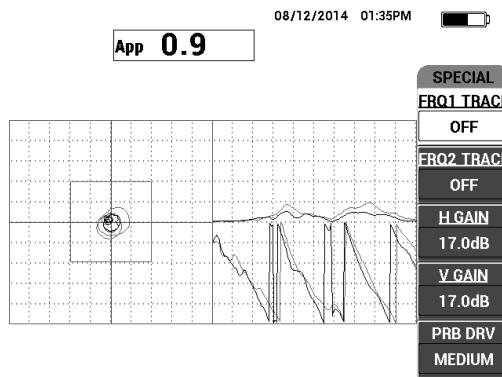

Рис. 6-58 Опорный донный сигнал
- Удерживая преобразователь на бездефектной зоне образца, нажмите и удерживайте клавишу REF SAVE ( $\text{REF} \rightarrow$ ) для сохранения опорного донного сигнала (см. Рис. 6-58 на стр. 171).